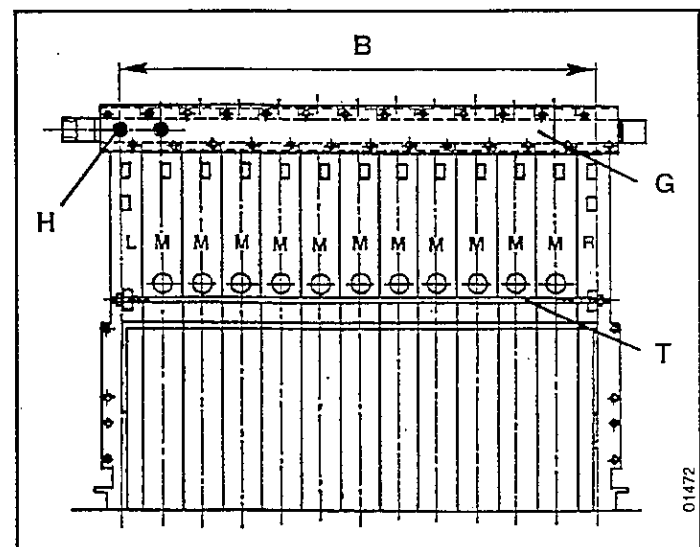

Fig. 13
Mettre en place les 3 tiges d'assemblage (T) et régler la cote d'écartement B à l'avant et à l'arrière (Tableau et Fig. 13).
ATTENTION à la tenue des tiges d'assemblage (T) puis, retirer les plaques de montage "A" du collecteur Départ et mettre en place la plaque de serrage (G) (Fig. 13).
Monter le doigt de gant des thermostats dans le piquage (H) de 1/2" situé dans l'élément d'extrémité (Fig. 13) du côté départ chauffage.